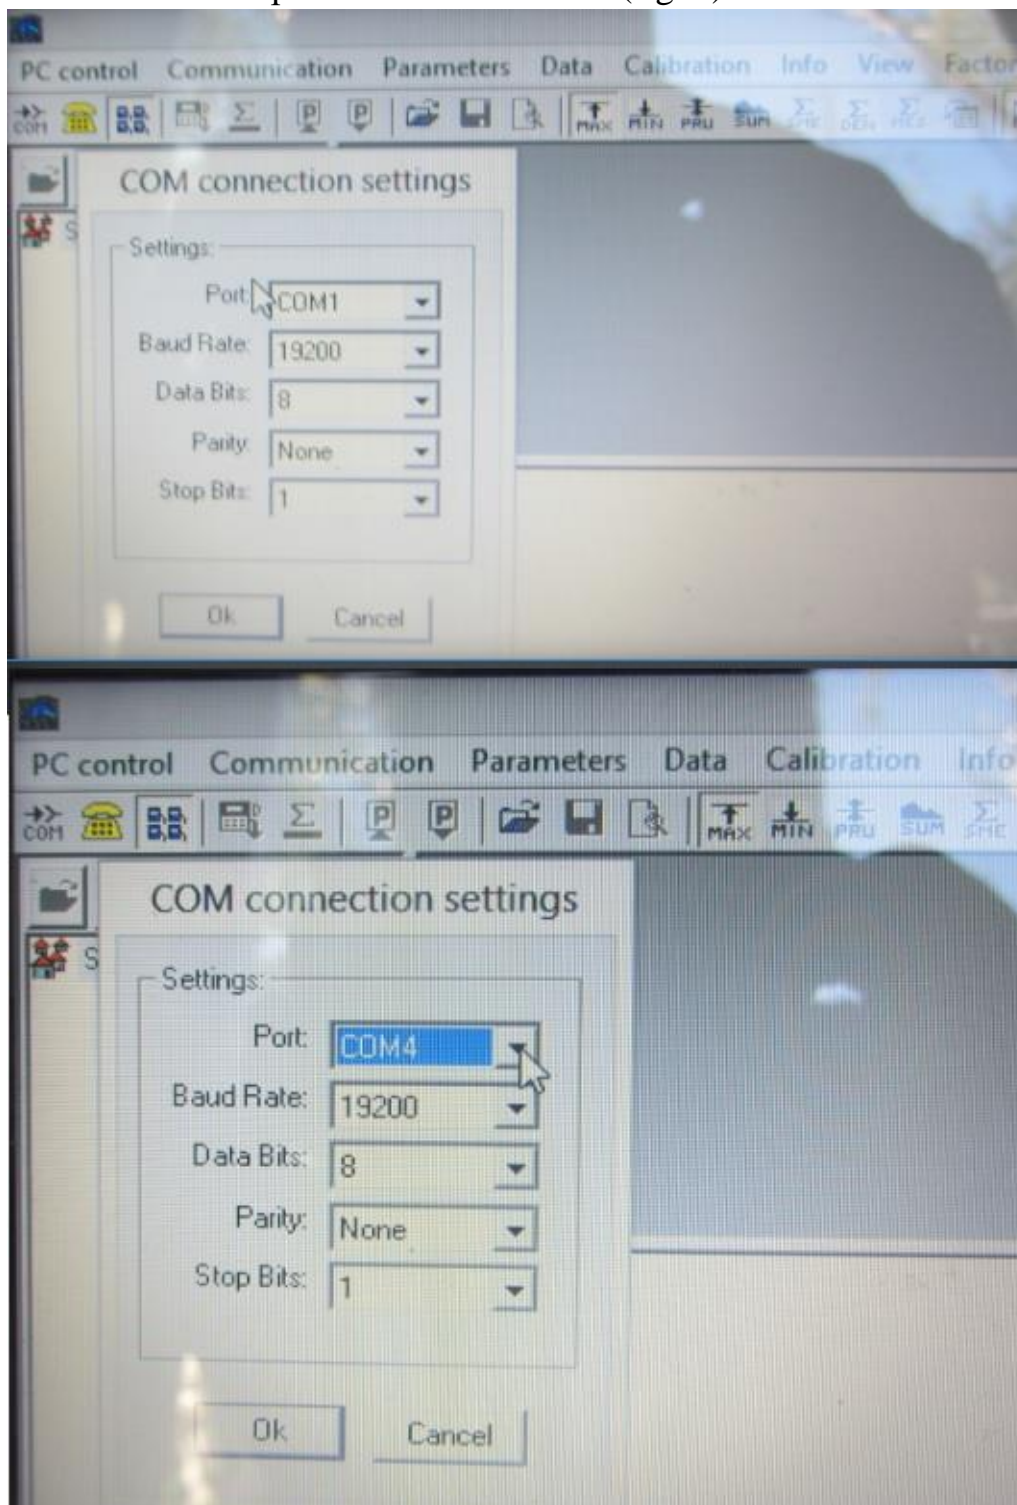

Fig. 4
- d. Se deschide fereastra **COM connection settings**, în caseta **Port** selectă numărul portului activ **COM4** apoi tastăm butonul **OK** (fig. 4).